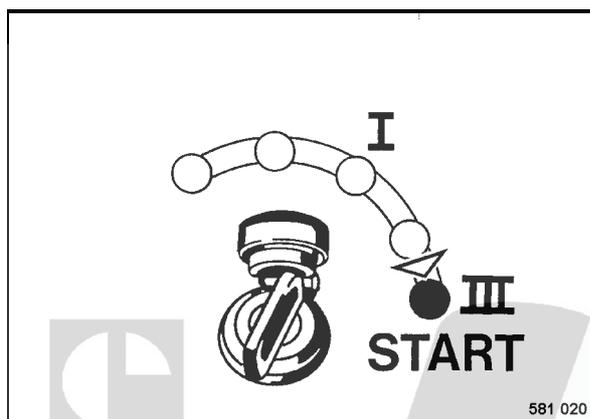

fig. 31
- Tourner la clé de contact sur position "III" ; le démarreur vire le moteur (fig. 31).